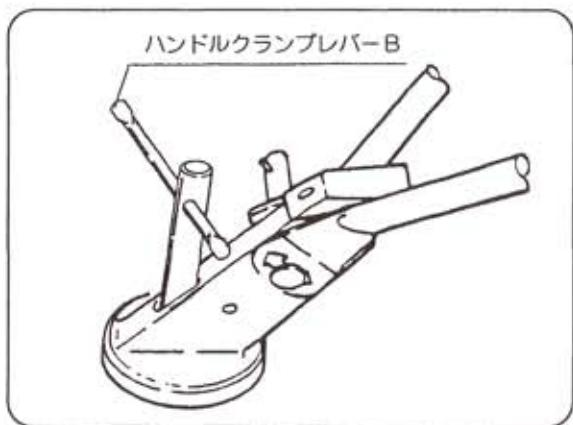

図20
② 左右の回動はハンドルクランプレバーBを緩めて、左右にハンドルを移動してください。菊座締付けで12度毎の固定が可能です。(図20・21)